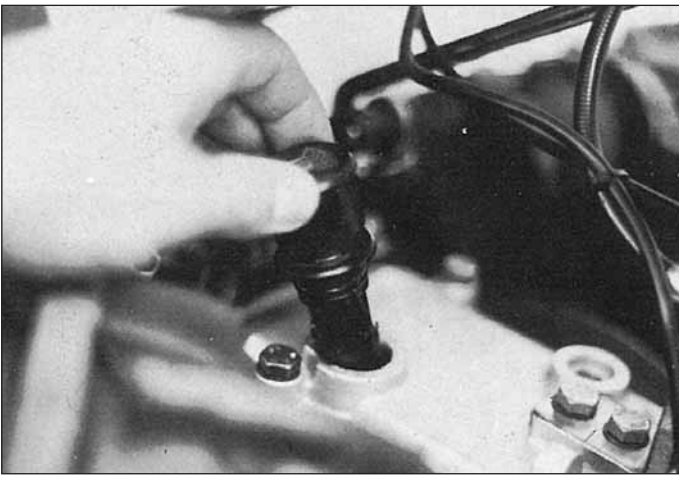
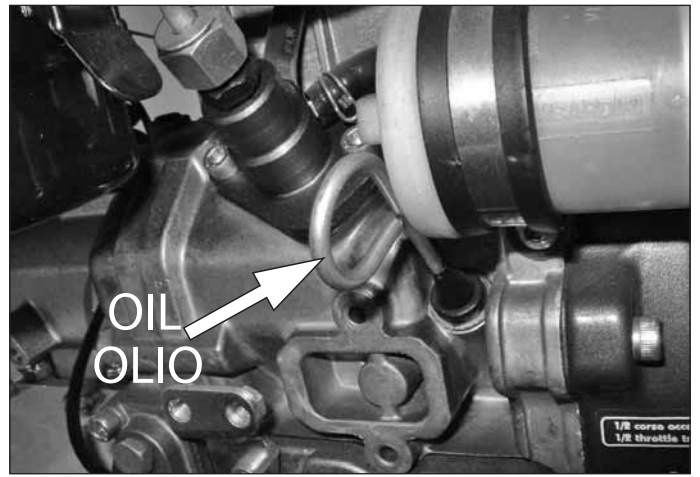

Fig. 4
Fig. 5
- nivelul de ulei in interiorul motorului (fig. 5 si 6) si al cutie de viteze; joja se afla pe carcasa superioara (fig. 4); nivelul de ulei trebuie sa fie intre cele doua marcaje.
Verificati nivelul de ulei dupa fiecare 50 de ore de functionare, indepartind capacul (fig. 4) si verificind cu masina in pozitie orizontala ca nivelul uleiului este intre cele doua marcaje de pe joja. Daca este necesar adaugati ulei